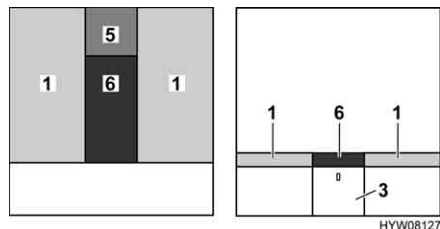

Fig. 81 Dopo la trasformazione
- Posizionare il cuscino aggiuntivo (Fig. 81,5) sul comodino da notte.
- Posizionare il cuscino aggiuntivo (Fig. 81,6) tra i materassi (Fig. 81,1).